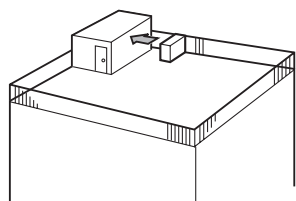

Fig. 2-3
- ① Rikta luftutblåset mot närmaste vägg, cirka 50 cm från väggen. (Fig. 2-3)